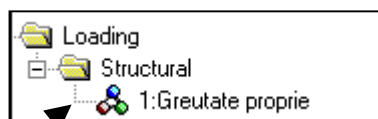

Fig. 30
- în fereastra din stânga, meniul **Treeview** va apare numele încărcării definite (fig. 30)